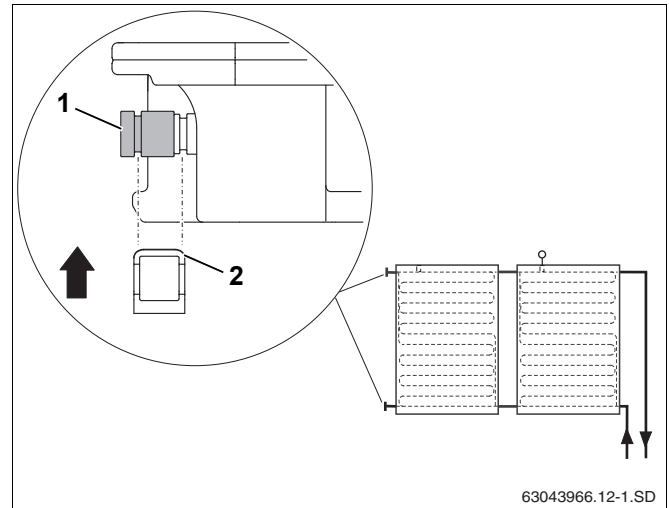

Рис. 39 Фиксация торцевой крышки зажимом
- ▶ Наденьте торцевую крышку с кольцом (рис. 39, поз. 1) на штуцер коллектора.
- ▶ Установите зажим (рис. 39, поз. 2) для фиксации торцевой крышки на штуцере коллектора.